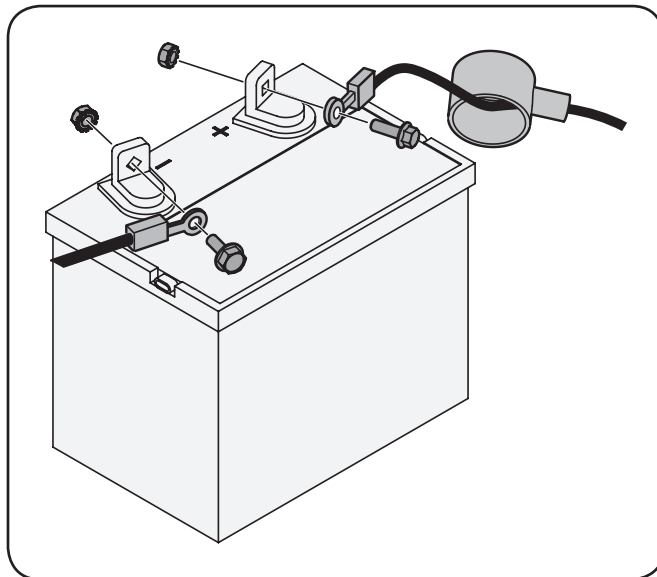

Figure 3-2
1. Enlevez le couvercle en plastique, si équipé, de la borne positive de la batterie et attachez le câble rouge à la borne positive de la batterie (+) avec le boulon et l'écrou à six pans. Voir la Figure 3-2.
2. Enlevez le couvercle en plastique, si équipé, de la borne négative de la batterie et attachez le câble noir à la borne négative de la batterie (-) avec le boulon et l'écrou à six pans. Voir la Figure 3-2.